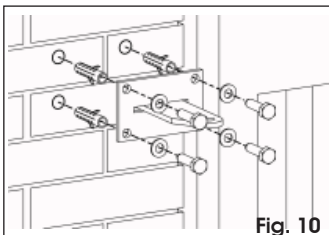

Fig. 10
- Fije todo el grupo al pilar mediante adecuados sistemas de fijación (Fig. 10).